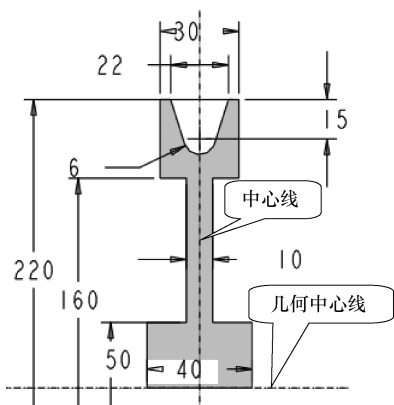
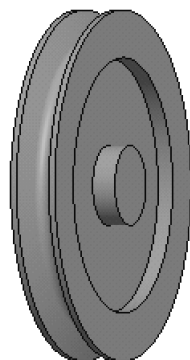

图 4-140 草绘截面
图 4-141 生成带轮主体
- (1) 使用缺省模板, 新建名为“liti4-9.prt”的实体模型文件, 进入设计窗口。
- (2) 单击【基础特征】工具栏中的【旋转】按钮, 弹出【旋转】操控板。
- (3) 单击【放置】按钮, 弹出【放置】下滑面板, 单击【草绘】收集器右侧的【定义】按钮, 弹出【草绘】对话框。
(4) 在图形区选取“FRONT”基准面作为草绘平面，其余选项使用默认设置，单击【草绘】按钮  按钮，进入草绘界面。
(5) 绘制截面图形，使用约束，并标注修改尺寸，如图 4-140 所示。
(6) 单击【草绘器工具】工具栏中的【完成】按钮 ，接受草绘，进入旋转操作界面。
(7) 拖动鼠标中键调整观察角度，对生成的模型进行几何预览。满足要求后，单击控制区的【应用】按钮  完成特征创建，按 <Ctrl + D> 组合键回到默认观察角度，如图 4-141 所示。